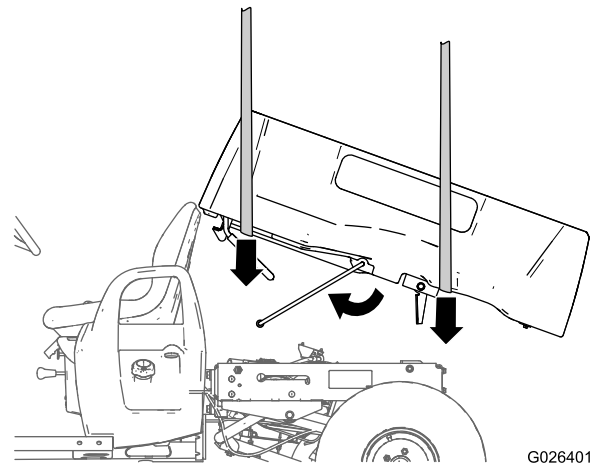
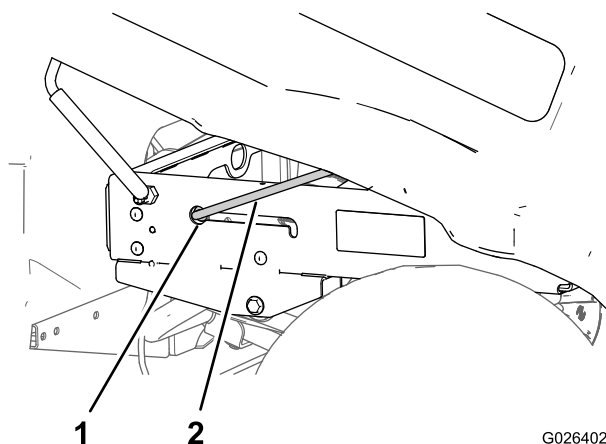

Figure 17
Figure 18
2. Avec un matériel de levage accrochez à l'avant et l'arrière du plateau, levez le plateau et alignez-le au-dessus du cadre de la machine avec le support de pivot en arrière (Figure 17)
4. Réglez la hauteur et la position du matériel de levage afin que la tige courte de la béquille soit en face de l'encoche en trou de serrure au bout de la fente dans le profilé de cadre gauche ou le support de béquille (Figure 17).
5. Pivotez la béquille en avant et insérez la tige courte de la béquille dans l'encoche (Figure 17 et Figure 18).
6. Déplacez le plateau et la béquille en arrière jusqu'à ce que le support de pivot soit aligné par dessus le profilé de cadre arrière (Figure 18).